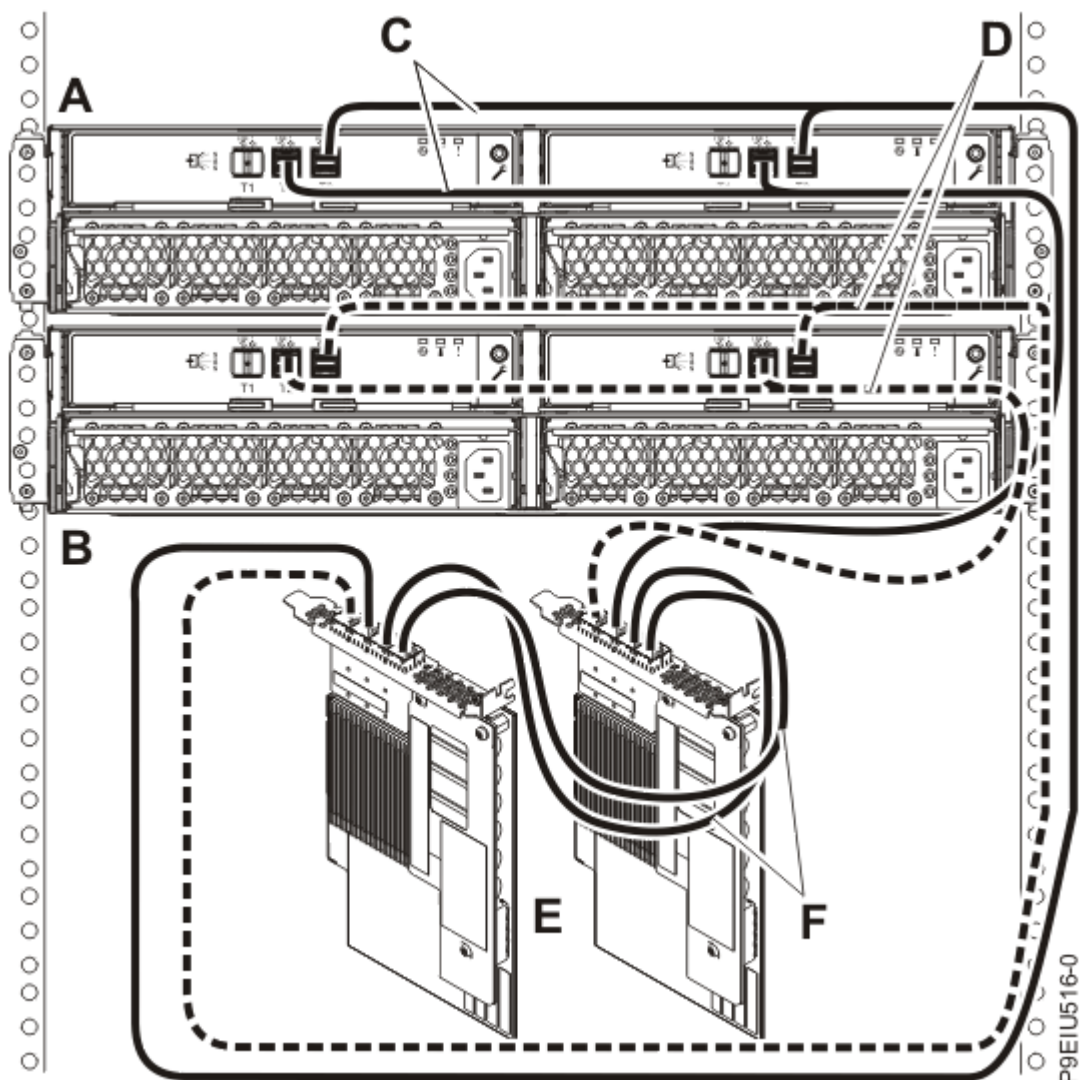

Figure 16. Connexion de mode 1 de deux armoires de stockage ESLL ou ESLS via des câbles YO12 à une paire d'adaptateurs SAS FC EJ0L ou FC EJ14 avec des câbles AA
16. Effectuez ensuite une connexion de mode 1 de deux boîtiers (**A et B**) via des câbles YO12 (**C et D**) à une paire d'adaptateurs SAS FC EJOL ou FC EJ14 (**E**) avec des câbles AA (**F**), comme illustré à la Figure 16, à la page 22, puis passez à la section «Connexion des câbles et des cordons d'alimentation et installation des capots», à la page 30.